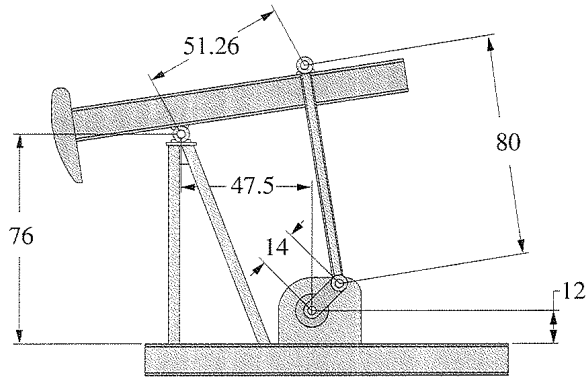

FIGURA P2-18 Problema 2-42 Bomba de pozo petrolero; dimensiones en pulgadas
- 2-42 Determine la movilidad, la condición de Grashof y la clasificación de Barker de la bomba de campo petrolero mostrada en la figura P2-18.